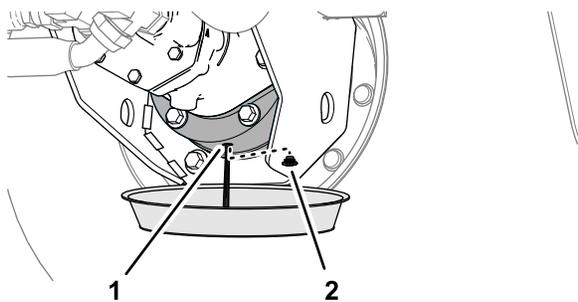

Figure 87
- Placez un bac de vidange sous le carter de frein, enlevez le bouchon de vidange et vidangez toute l'huile (Figure 87).